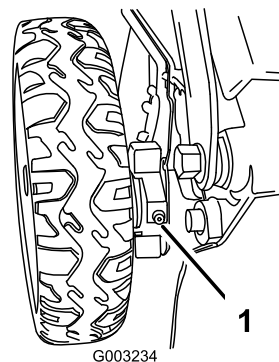

Figura 42
1. Con un cencio pulito tergete i raccordi d'ingrassaggio, situati appena all'interno delle ruote posteriori (Figura 42).